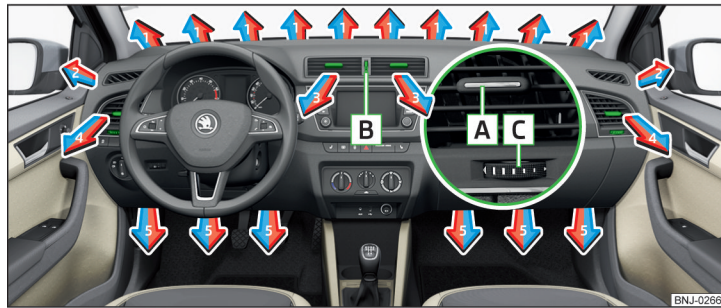

Рис. 113 Дефлектори
У дефлекторів 3 та 4 » Рис. 113 можна змінювати напрямок повітряного потоку. Крім того, кожен дефлектор можна окремо закривати та відкривати.
Для налаштування напрямку повітряного потоку треба пересунути регулятор [А] » Рис. 113 або у потрібному напрямку.
- Поверніть регулятор [В] вгору » Рис. 113.
- Поверніть регулятор [В] вниз » Рис. 113.
Налаштування напрямку подачі повітря	Дефлектори » Рис. 113